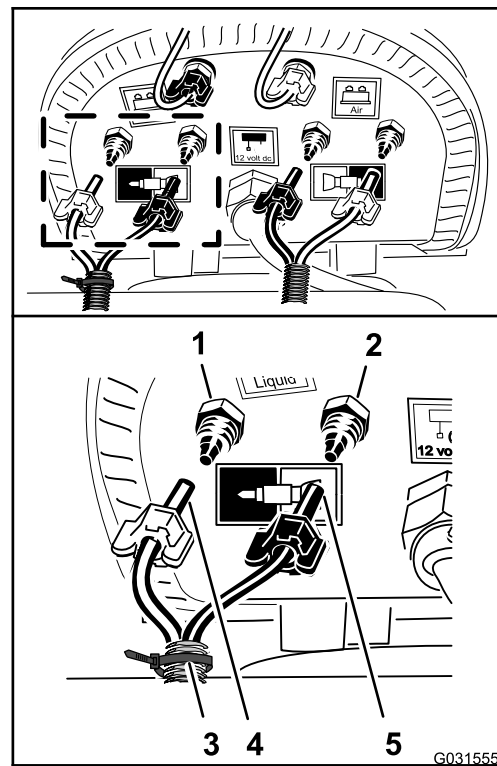

Figura 174
3. Ligue a tubagem com a braçadeira de cabos que preparou no passo 9 de Remover os tubos do ar e do líquido da máquina \(página 9\) ao alinhar o tubo azul para a secção direita da rampa na união da compressão para o circuito de água da secção da rampa direita (Figura 174).
4. Monte a porca de compressão para o tubo na união e aperte a porca à mão (Figura 174).
5. Alinhe o tubo transparente para a secção da rampa direita na união da compressão para o circuito de ar da secção da rampa direita (Figura 174).
6. Monte a porca de compressão para o tubo na união e aperte a porca à mão (Figura 174).